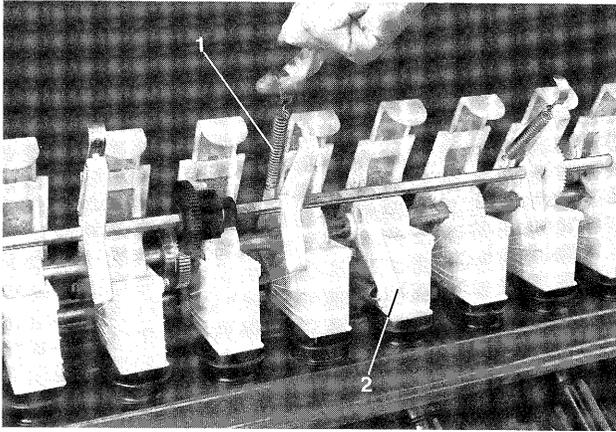

Fig. 134
- Retirer les ressorts (fig. 134/1) puis basculer vers le bas l'arbre de commande du jalonnage (s'il y a lieu) avec les biellettes de maintien.
- Enlever les paliers de maintien (fig. 134/2) après avoir décroché les ressorts.